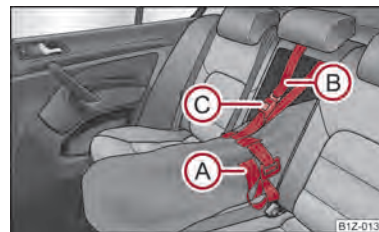

Fig. 88 Asigurarea sacului de transport demontabil
- Strângeți banda (A) de capătul liber, în jurul schiurilor, în fața legăturilor ⇒ fig. 88.
- Introduceți banda de asigurare (B) prin orificiul din spătarul scaunului, în jurul părții de sus a spătarului.
- Introduceți banda de asigurare (B) în încuietoarea (C) până se fixează cu zgomot.